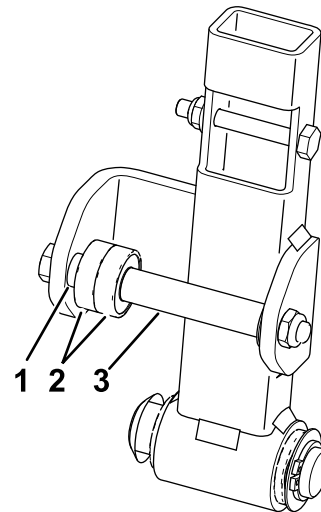

图3
6. 从空档臂上卸下现有的轴承和隔片 图3。
7. 安装新轴承和隔片 图3。